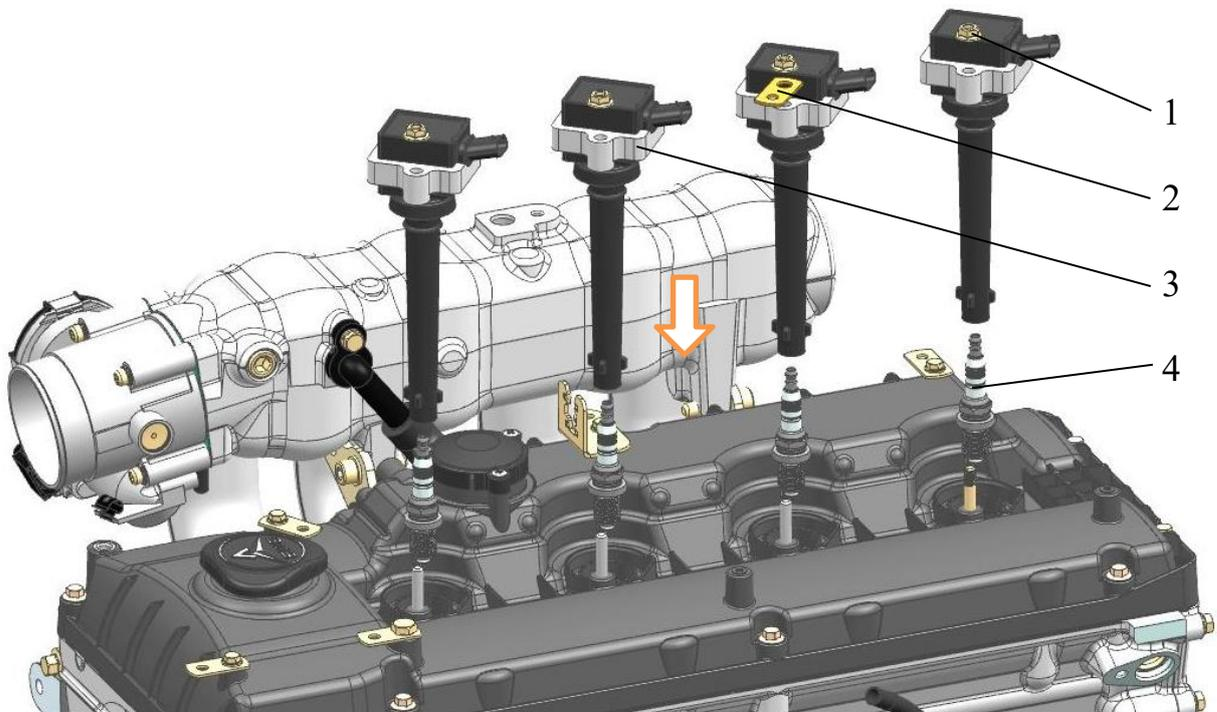

Рис.186. Установка свечей и катушек зажигания:
3. Завернуть свечи зажигания 4 (рис.186). При установке свечей принимать меры предосторожности для того, чтобы не сорвать резьбу головки цилиндров. Свечи должны устанавливаться легким вращением ключа и затем затягиваться моментом 20...30 Н·м (2,1...3,1 кгс·м). Установить катушки зажигания 3 со скобой 2 и закрепить гайками 1 моментом 5,9...8,8 Н·м (0,6...0,9 кгс·м).